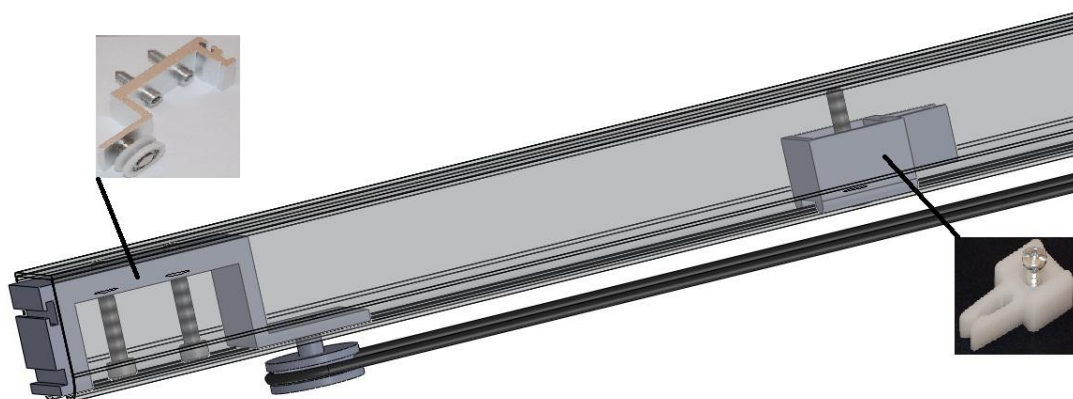

Рис.2
2. Затем устанавливаем во внутрь направляющей пластиковый стопор ,но пока не затягивая его винтом.(см. рис.2)
3. Устанавливаем ролик синхронизатора таким образом , что бы пазы для установки короба оставались снаружи. Стягиваем конструкцию винтами. (см. рис. 2)